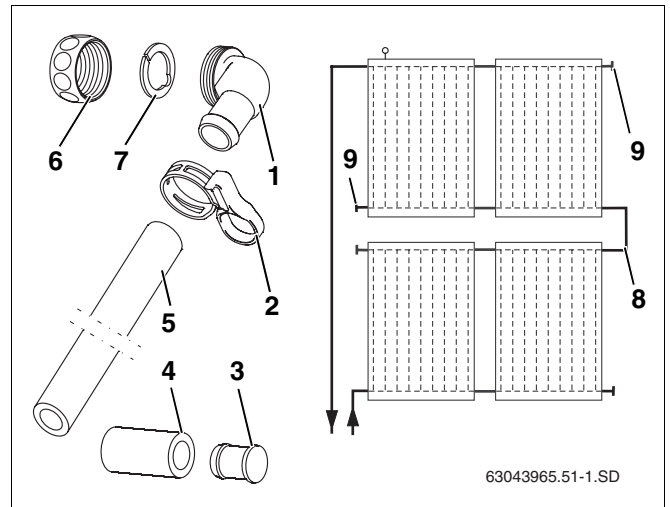

Fig. 52 Apresentação esquemática e conteúdo do fornecimento
O conjunto de ligação está disponível como acessório (fig. 52, **item 8**) fazendo a ligação de duas filas de colectores.
Conteúdo do fornecimento (fig. 52)